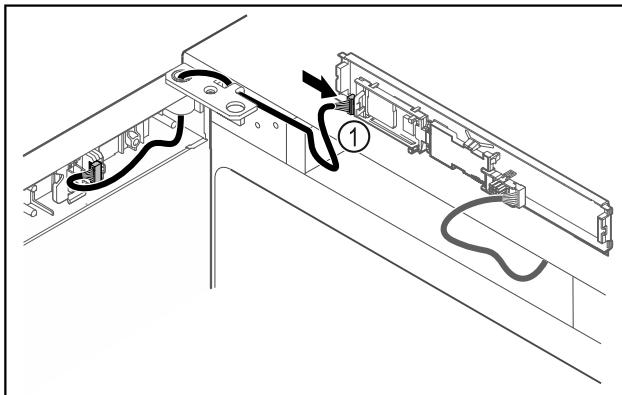

Fig. 50
- Nataknite utikač Fig. 50 (1) na tiskanu pločicu.